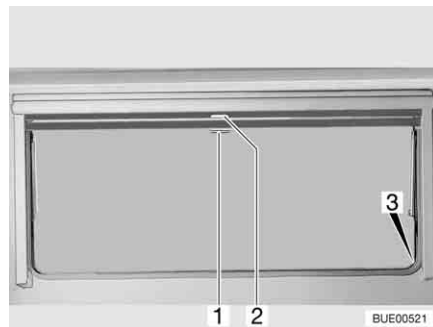

Bild 62 Ausstellfenster
- Verdunklungsrollo am Griff (Bild 62,2) nach unten ziehen. Wenn das Verdunklungsrollo ganz geschlossen wird, das Verdunklungsrollo auf beiden Seiten am Fensterrahmen in die Arretierung (Bild 62,3) einhängen.
- Wenn das Verdunklungsrollo vollständig geschlossen ist: Den Griff (Bild 62,2) nach unten drücken und den Griff dabei leicht nach innen ziehen. Das Verdunklungsrollo aus den Arretierungen links und rechts am Fensterrahmen aushängen.
- Wenn sich das Verdunklungsrollo in Zwischenposition befindet: Den Griff (Bild 62,2) leicht nach unten ziehen, bis sich die Arretierung gelöst hat.
- Insektenschutzrollo am Griff (Bild 62,1) nach unten ziehen und auf beiden Seiten am Fensterrahmen in die Arretierung (Bild 62,3) einhängen.
- Griff (Bild 62,1) nach unten drücken und den Griff dabei leicht nach innen ziehen. Das Insektenschutzrollo aus den Arretierungen links und rechts am Fensterrahmen aushängen.